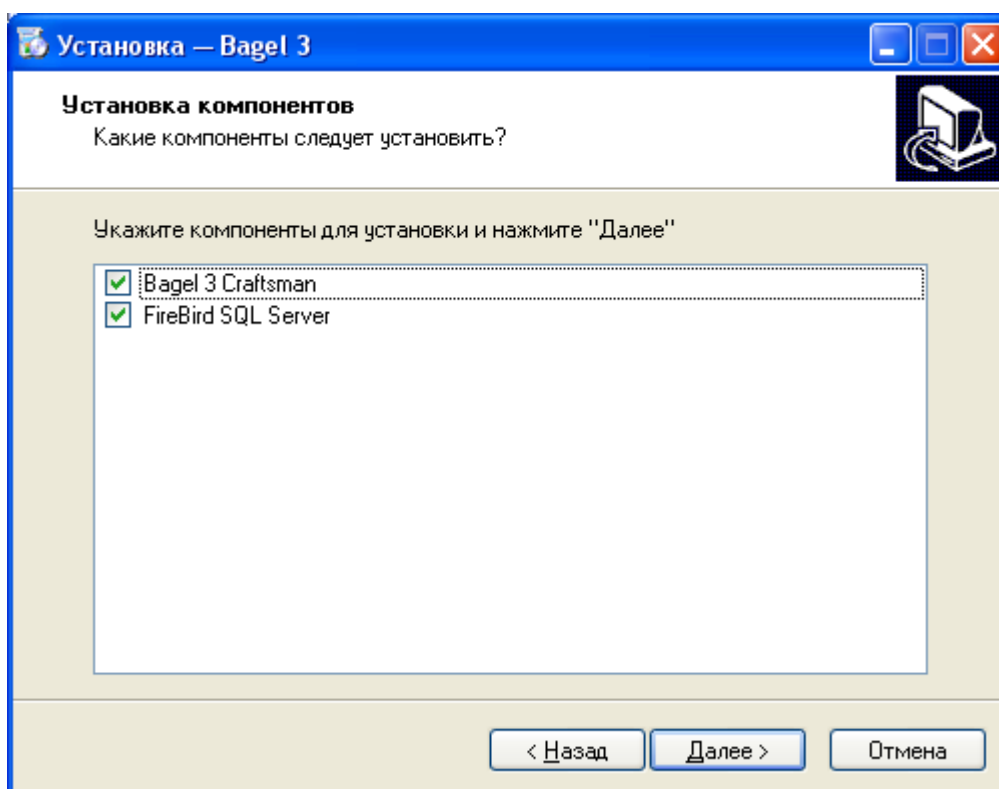

Рис. 1.4
- Выберите все компоненты (рис.1.4)